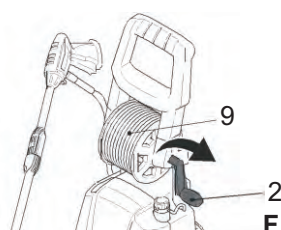

Fig. 23
- > Pour ranger le tuyau (9), enroulez-le sur l'enrouleur en tournant la manivelle (2) dans le sens des aiguilles d'une montre (Fig. 23).